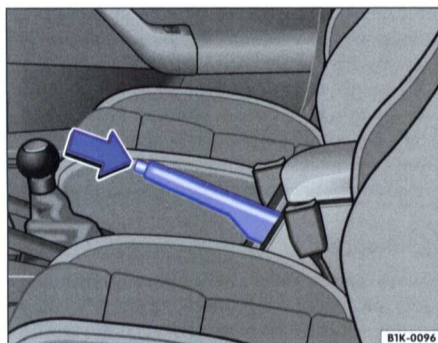

Fig. 103 Frein à main entre les sièges avant
– Serrez le frein à main à fond en relevant le levier vers le haut ⇒ fig. 103.
– Soulevez légèrement le levier de frein à main, appuyez sur le bouton de verrouillage dans le sens de la flèche ⇒ fig. 103 et abaissez entièrement le levier. ⇒ .